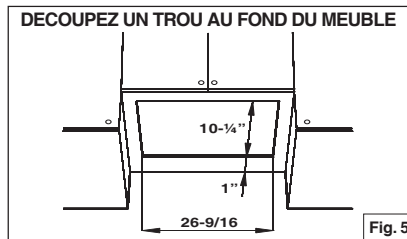

Fig. 5
2. Découpez un trou au fond du meuble en utilisant les dimensions reportées dans la fig.5.